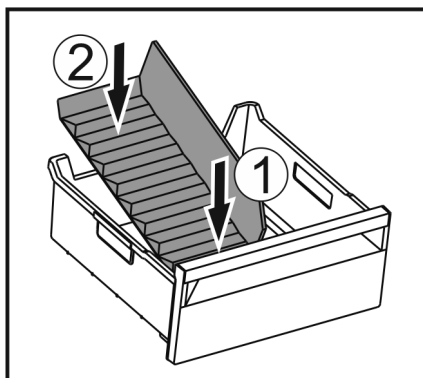

Fig. 45
- ▶ Сначала устанавливайте разделитель спереди Fig. 45 (1).
- ▶ Опустите заднюю часть Fig. 45 (2).